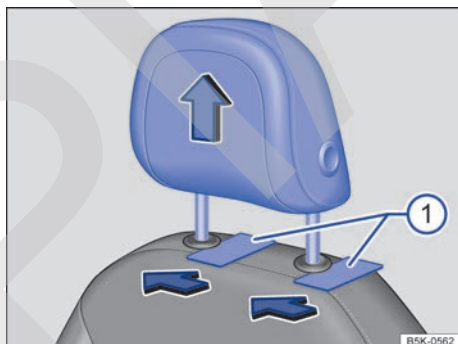

Fig. 80 Desmontaje de los apoyacabezas delanteros.
- Para desbloquearlo, introduzca unos objetos planos (unas tarjetas de plástico, p. ej.) entre el tapizado del respaldo y las tapas de las barras del apoyacabezas → fig. 80 ① mientras una segunda persona extrae el apoyacabezas completamente.